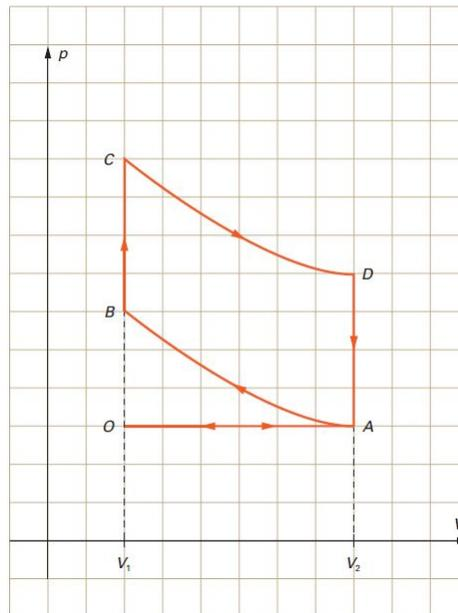

Figura 9.7: Ciclo Otto (Fonte: Gaspar, 2013, p. 288)
9. Sobre o ciclo Otto, mostrado na figura 9.7, faz-se um conjunto de afirmações. Indique as afirmativas verdadeiras e as falsas. Justifique todas as indicações.